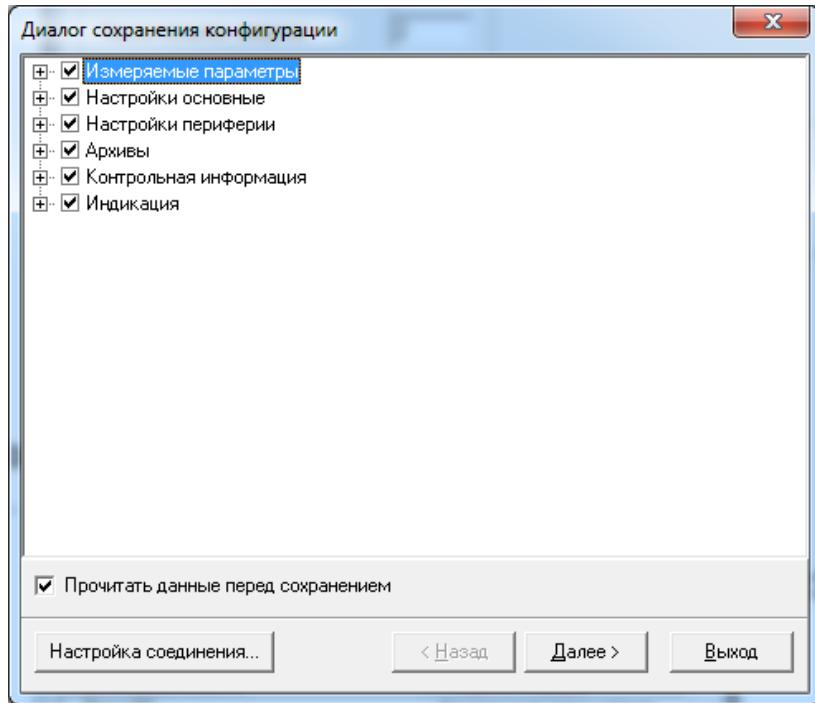

Рис.22. Окно «Диалог сохранения конфигурации»
- в открывшемся окне «Диалог сохранения конфигурации» выбрать набор параметров, которые будут прочитаны из прибора, установить флаг «Прочитать данные перед сохранением» и нажать кнопку «Далее», дождаться окончания считывания (рис.22):